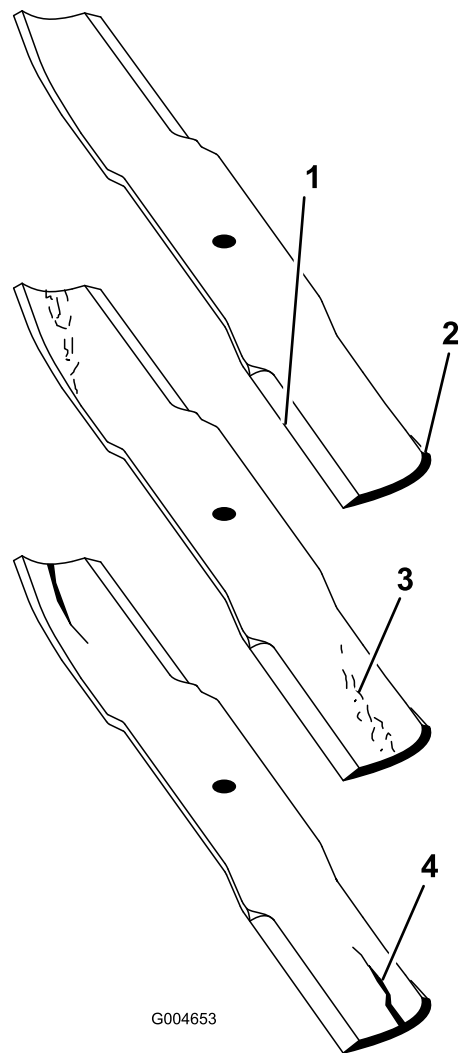

図 26
3. ブレードの切っ先を注意深く観察、特に、直線部と曲線部が交わる部分をよく観察する 図 26。
注 この、直線部と曲線部の交差域は、砂などによる磨耗が進みやすい部分なので、機械を使用する前によく点検することが必要である。磨耗が進んでいる場合 図 26 にはブレードを交換する。